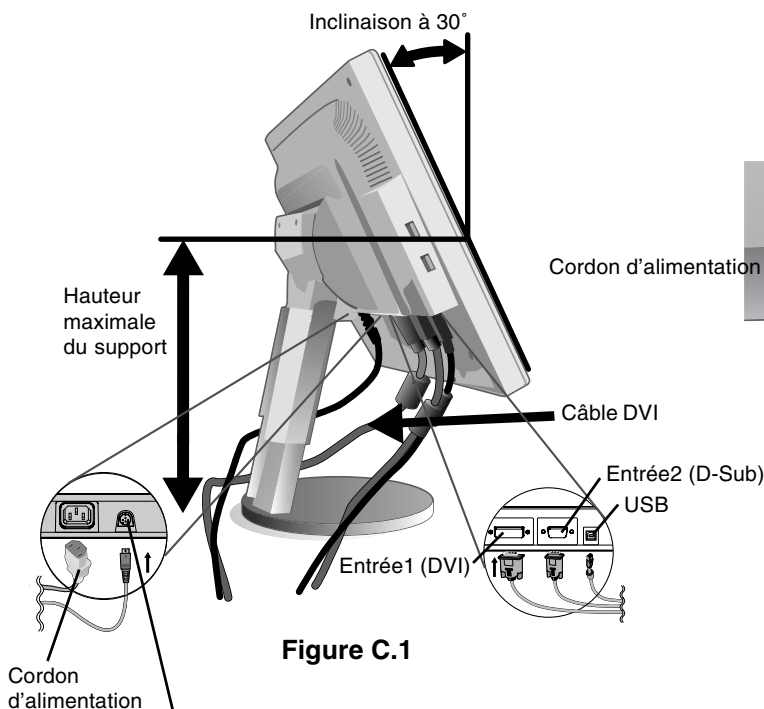

Figure C.1
3. Placez les mains de chaque côté du moniteur pour incliner l'écran LCD de 30 degrés et levez cette dernière jusqu'à la position la plus haute (**Figure C.1**).
4. Branchez tous les câbles aux prises appropriées (**Figure C.1**).
REMARQUE : En cas de branchement des câbles DVI et D-sub, le câble DVI doit être branché le long de la nervure située sur le côté du cordon d'alimentation (**Figure C.1**).